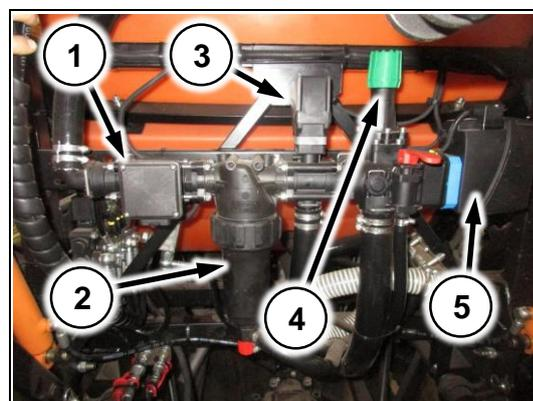
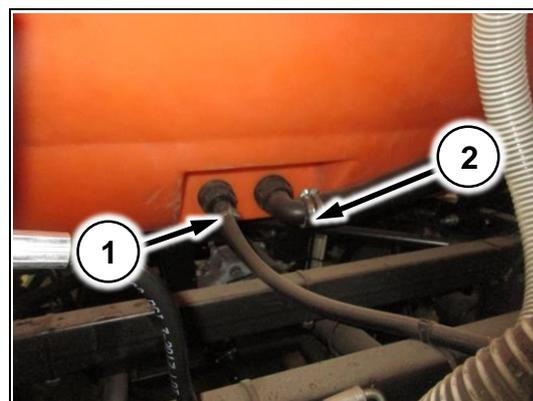

Рис. 91
Рис. 104
(Рис. 91/1) – расходомер;
(Рис. 91/2) – корпус фильтра тонкой очистки;
(Рис. 91/3) – регулирующий клапан;
(Рис. 91/4) – предохранительный клапан;
(Рис. 91/5) – главный клапан;
1. М – главный клапан (Рис. 91/5)
2. R – регулирующий клапан (Рис. 91/3)
3. F – расходомер (Рис. 91/1)
Гидравлическая мешалка предназначена для обеспечения равномерной концентрации рабочей жидкости в баке (Рис. 104/1). Гидравлическая мешалка включается краном на гидрораспределителе (Рис. 91/6) (Рис. 104/2) – сброс в бочку с коллектора сброса хим. системы